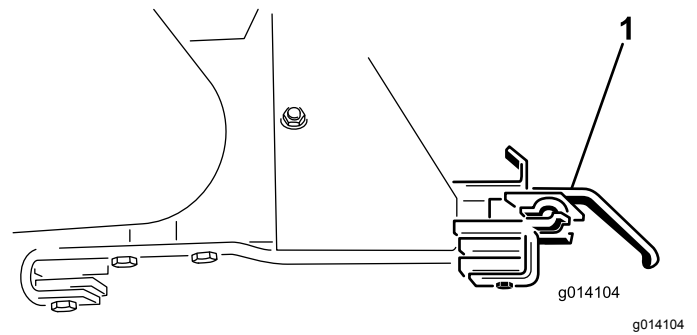

Bild 58
18. Entfernen Sie die beiden Optionsbefestigungshalterungen (Bild 58).